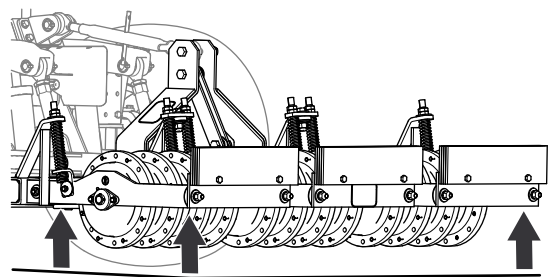

Figura 19
7. Regolate gli attacchi dell'attacco a 3 punti in modo che siano pari all'arieggiatore in senso laterale e longitudinale (Figura 19); fate riferimento al manuale dell'operatore del vostro trattorino.